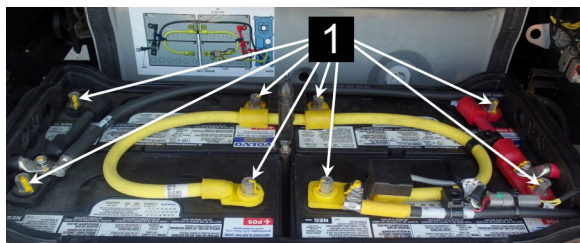

FIGURE 53: INSTALLER LES VIS DE Câbles DES BATTERIES
5. Connecter les câbles des batteries. Serrer les écrous des terminaux (item 1, FIGURE 53) à la valeur de couple suivante: